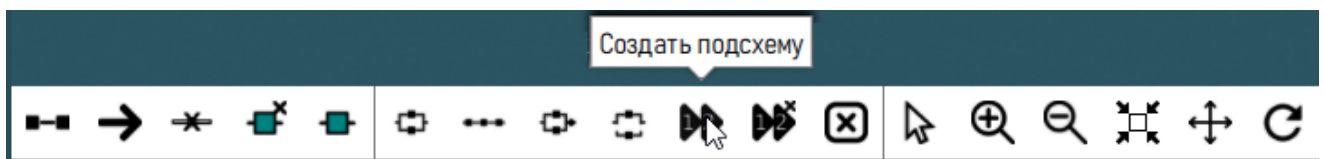

Рисунок 319 – Кнопка  «Создать подсхему»
3) Выделить составной блок и нажать кнопку  «Создать подсхему», расположенную в верхней части рабочего окна (рисунок 319).